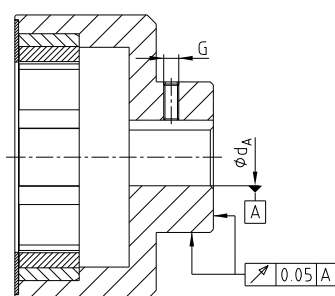

図 6: 同軸度と直角度(アウターローター)
- お客様が軸穴加工をされる場合は、図 6 と 7 に記載されている同軸度及び直角度を遵守して下さい。